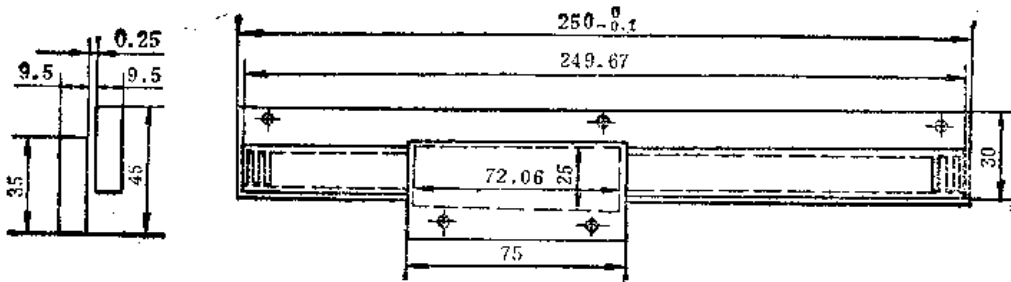

图22-2-2 窄式直线感应同步器的外形尺寸
2) 窄式 窄式直线感应同步器是用在设备安装位置受到限制的场所，其定滑尺的尺寸（图22-2-2），绕组周期及连接方法与标准式的相同。这种窄式尺由于耦合的不好，因此精度较低。